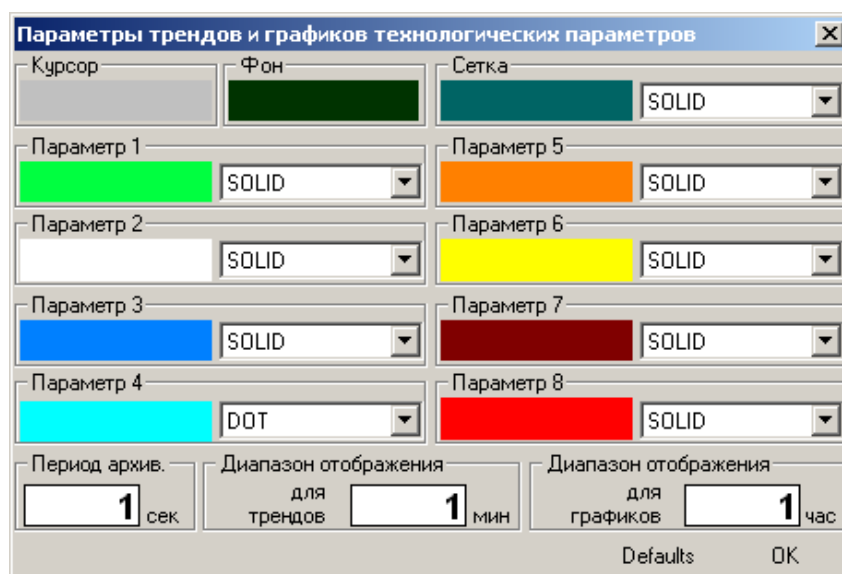

Рисунок 5.7 – Параметри трендів та графіків технологічних параметрів
- ☒ При першому запуску програми всі параметри виставлені одним кольором, для зміни цього можна скинути параметри до стандартних, таких як вказано на рис.5.7. Для цього скористайтесь кнопкою *Defaults*.